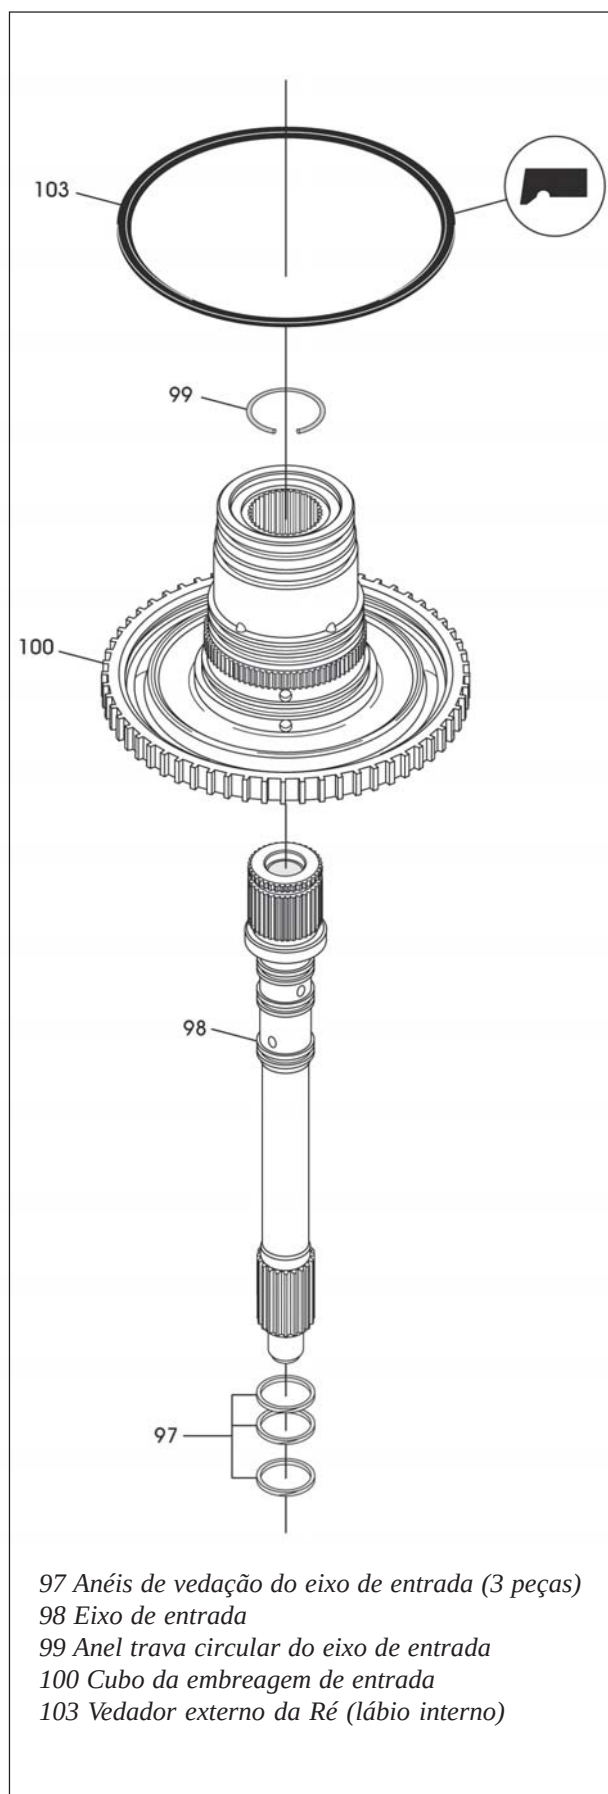

Figura 176
4. Instale três novos anéis de vedação em suas respectivas ranhuras no eixo de entrada, conforme mostra a figura 176.
5. Instale o eixo de entrada no cubo da embreagem de entrada, conforme mostra a figura 176, e instale o anel trava circular.
6. Instale um novo vedador de lábio interno (103) no cubo da embreagem de entrada na posição mostrada na figura 176, com seu lábio voltado para baixo e lubrifique-o com uma pequena quantidade de fluido ATF ou vaselina neutra.